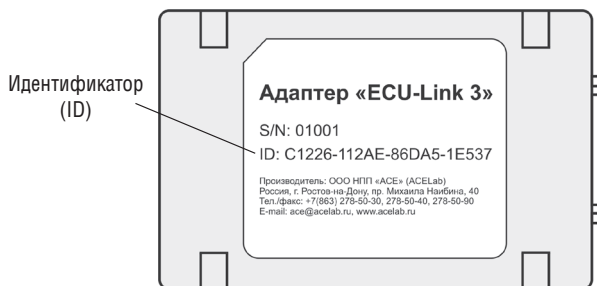

Рис. 2. Внешний вид адаптера с указанием идентификатора (ID)
Настройки соединения программы «АВТОАС-КАРГО» открываются при первом запуске программы и также доступны в меню «Адаптер» → «Настройка соединения». Укажите в настройках идентификатор адаптера (ID). Для ввода ID адаптера используйте только цифры, латинские буквы A, B, C, D, E, F и символ «-» (минус), строго в соответствии с номером ID, указанным на корпусе адаптера, рис.2. Регистр букв («маленькие» или «большие») значения не имеет.